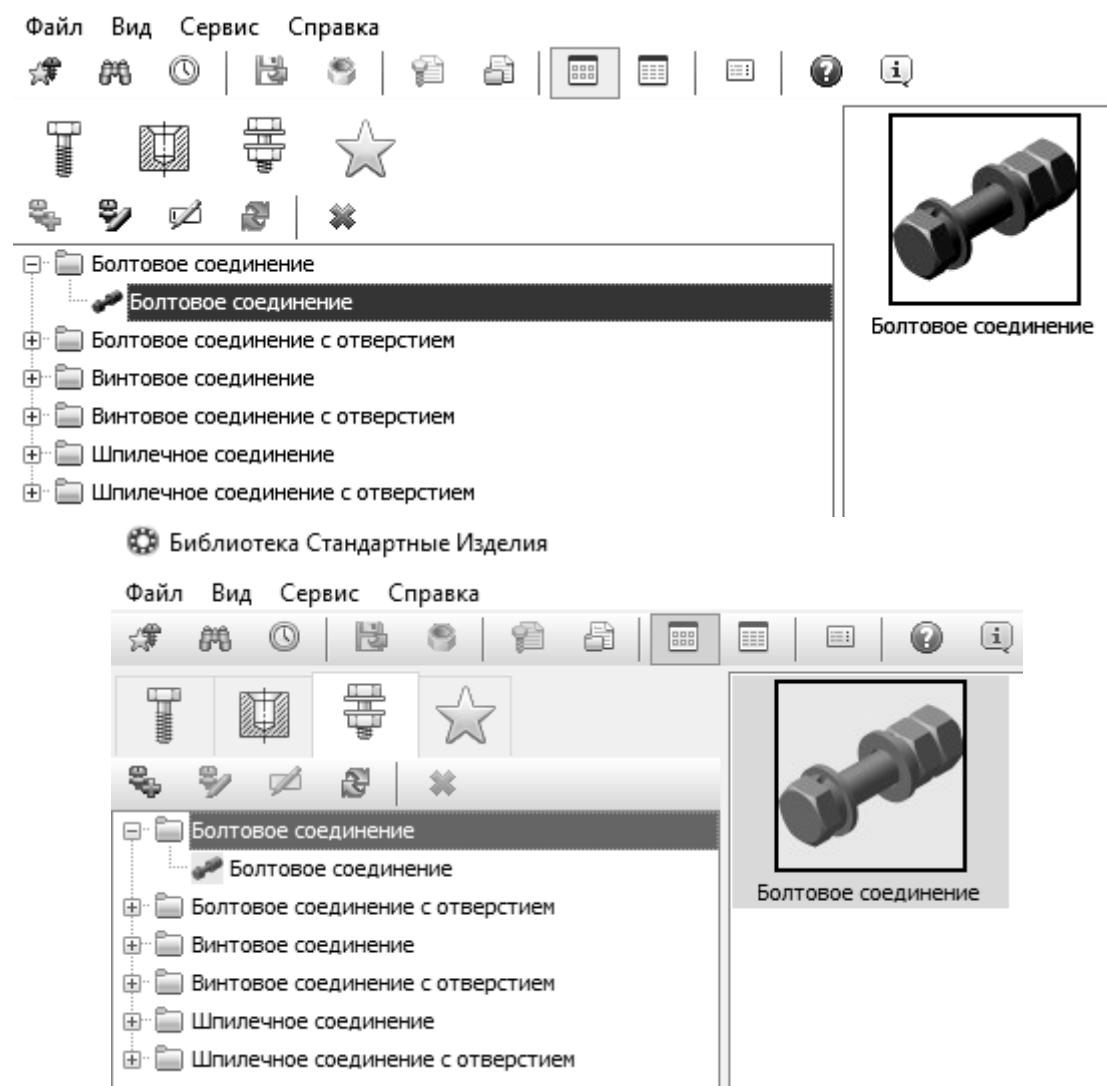

Рисунок 5.7 – Выбор болтового соединения из Библиотеки
*Вилку и кронштейн* нужно прикрепить друг к другу набором крепежных деталей: болтом, шайбой и гайкой. Крепежные детали следует разместить только в одном из отверстий. Для остальных отверстий наборы можно построить автоматически. Вместо размещения отдельных крепежных элементов можно вставить все соединение целиком (рисунок 5.7). Крепежные элементы нужно обязательно разместить в том отверстии, которое было исходным при построении массива отверстий.